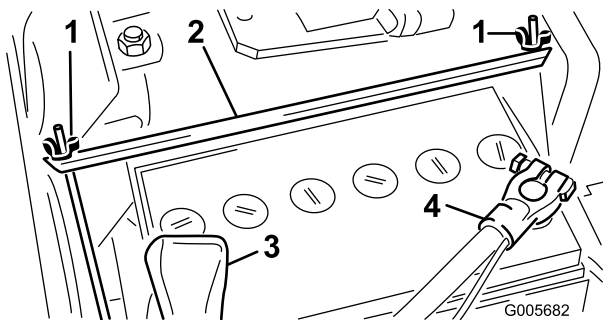
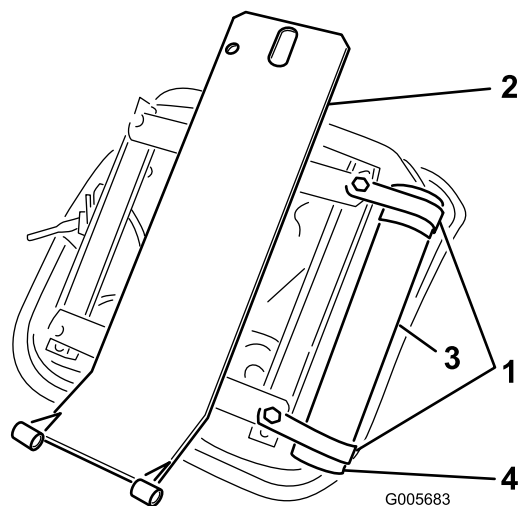

Figure 6
Figure 7
2. Retirez les deux écrous à oreilles et la barrette de maintien de la batterie (Figure 6). Soulevez la batterie hors du châssis. Mettez de côté les écrous à oreilles et la barrette de maintien en prévision de la repose.
- Fixez sans les serrer (2) colliers en R au côté droit de la base du siège avec 2 vis d'assemblage et rondelles plates qui font partie du kit (Fig. 6). Placez le tube de rangement du manuel dans les colliers en R et serrez les vis d'assemblage (Figure 7).